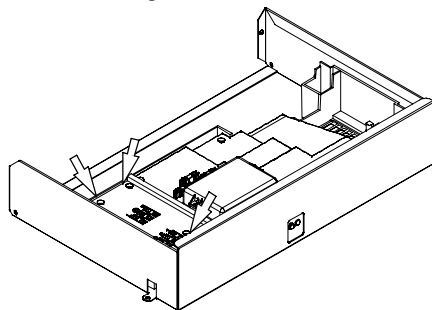

fig. 8.2
- 7 Svitare le viti e rimuovere il coperchio copri morsetteria fig. 8.2